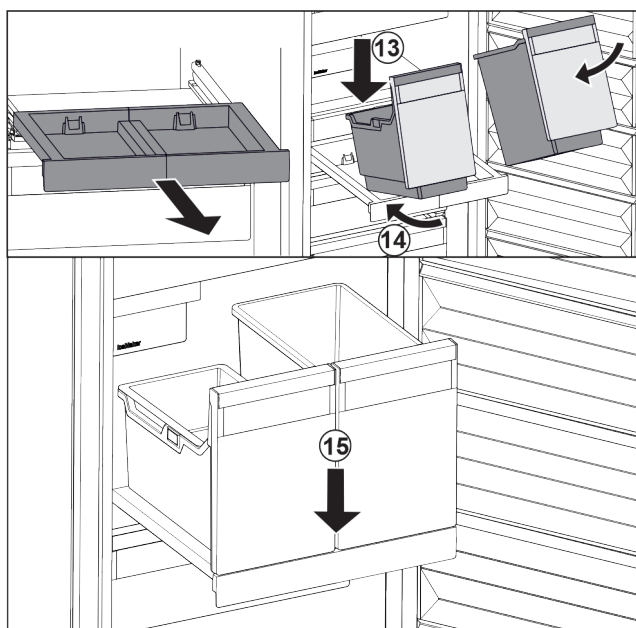

Fig. 110
- ▶ Sett beholderen skrått på uttrekksplaten. Fig. 110 (13)
- ▶ Skyv inn beholderen skrått bakover. Fig. 110 (14)
- ▶ Sett ned beholderen foran. Fig. 110 (15)